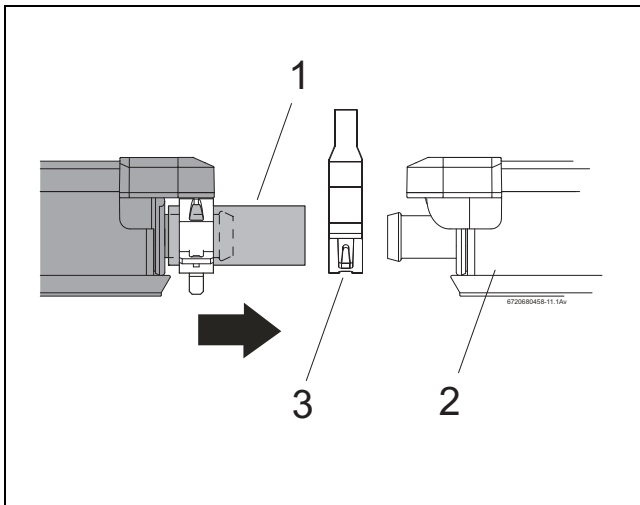

Fig. 62 Deslizar el segundo colector hasta el primero
- ▶ Coloque el segundo colector con los tubos solares premontados (fig. 62, [1]) arriba, sobre los perfiles guía, y déjelo deslizarse hasta los seguros contra deslizamiento.
- ▶ En ambas conexiones, deslice la segunda abrazadera (fig. 62, [3]) sobre el tubo solar [1].
- ▶ Deslice el segundo colector al primer colector (fig. 62, [2]), de manera que los tubos solares montados previamente se deslicen hacia las conexiones situadas a la izquierda del primer colector.